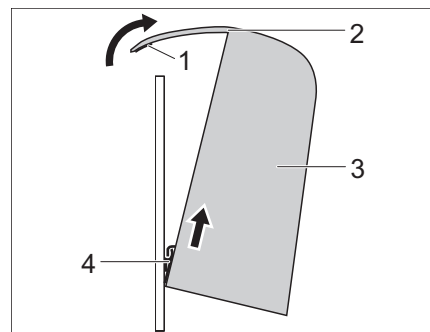

Fig. 72 Rimozione del cuscino dello schienale
- Inclinare in avanti il cuscino dello schienale (Fig. 72,3) e sganciare la cinghia (Fig. 72,4).
- Tenere inclinato il cuscino dello schienale (Fig. 72,3) e agganciare la cinghia (Fig. 72,4) nella parte inferiore.
- Spingere indietro il risvolto del tessuto (Fig. 72,2) e far aderire con forza il velcro (Fig. 72,1).